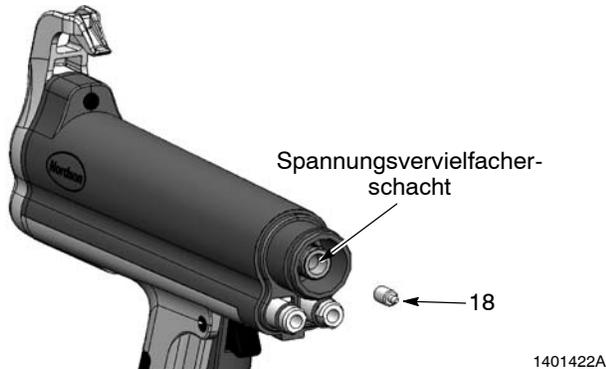

Abb. 5 Kontaktdistanzstück abnehmen
5. Siehe Abbildung 5. Das Kontaktdistanzstück (18) aus dem Spannungsvervielfacherschacht herausnehmen. Das nicht leitende Fett vom Kontaktdistanzstück abwischen.
1. Siehe Abbildung 5. Das Kontaktdistanzstück in den Spannungsvervielfacherschacht schieben. Den Spannungsvervielfacherschacht mit nicht leitendem Fett füllen.